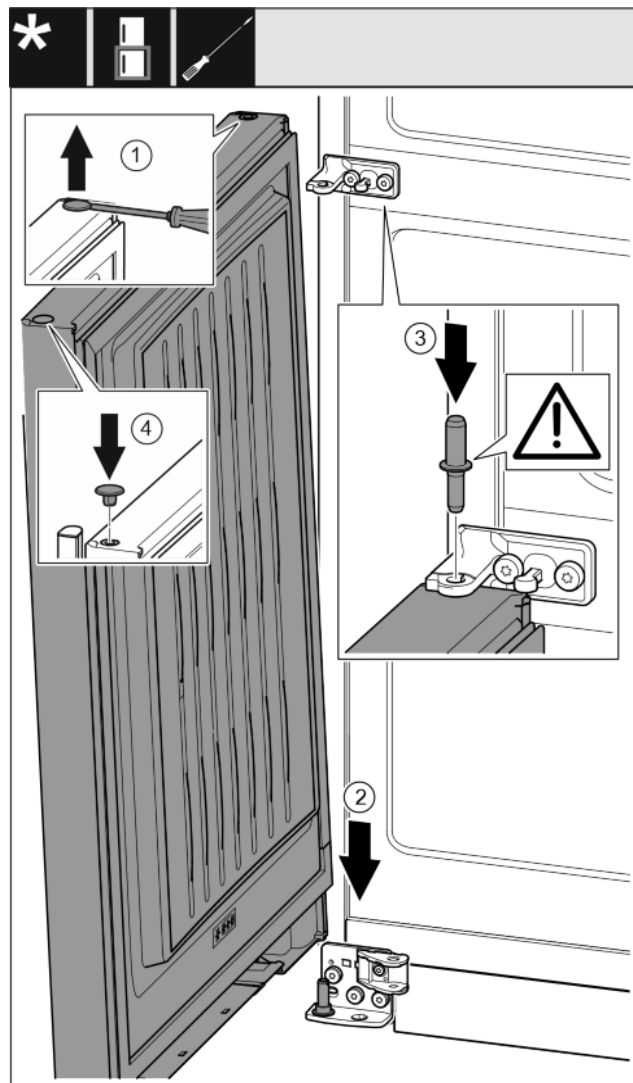

Fig. 32
- ▶ Ridicați cu precauție dopul cu o șurubelniță plată și extrageți-l. Fig. 32 (1)
- ▶ Așezați ușa de sus pe bolțul inferior de lagăr. Fig. 32 (2)
- ▶ Introduceți bolțul central de lagăr prin mijlocul suportului de lagăr în ușa inferioară. Aveți grijă aici ca respectiva camă de cuplare să fie îndreptată către înapoi. Fig. 32 (3)
- ▶ Introduceți dopul pe partea opusă a ușii. Fig. 32 (4)